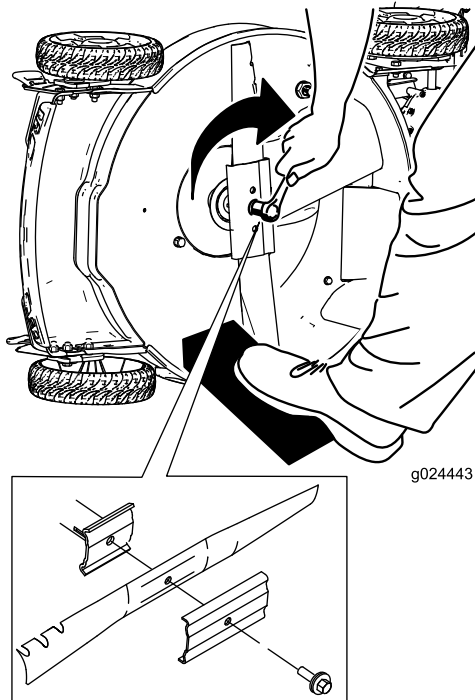

Figure 9
1. Montez la nouvelle lame et toutes les fixations (Figure 9).